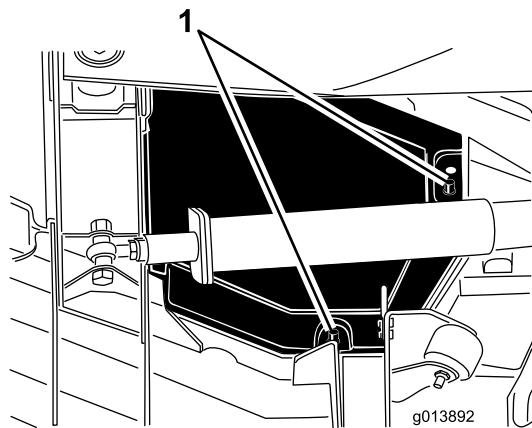

Figura 74
4. Separe los bordes trasero e interior de la cubierta de las clavijas de montaje (Figura 74).